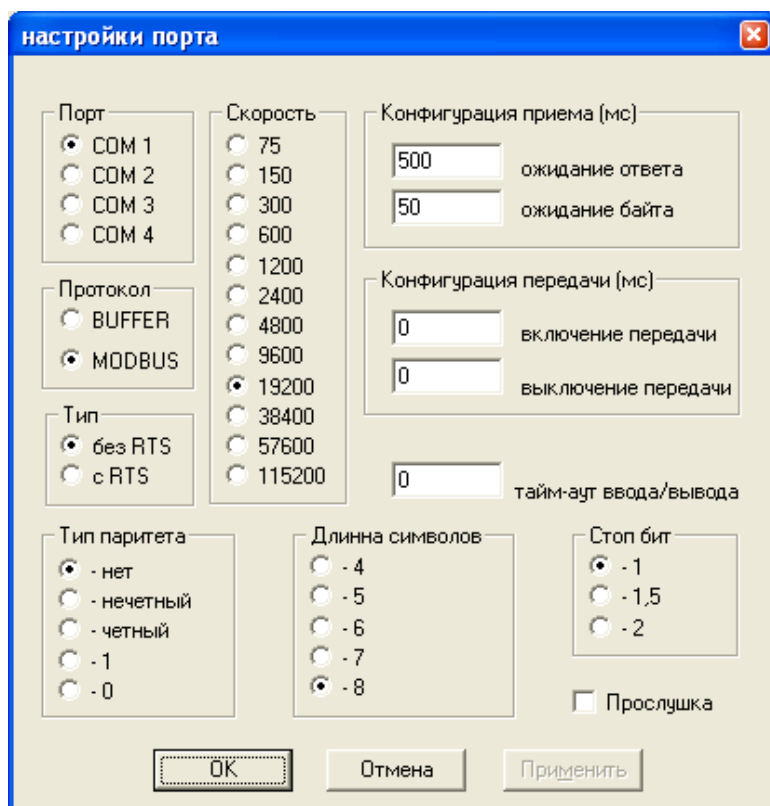

Рисунок 2.2 – Окно настройки порта
**2.4.2.2** В открывшемся окне «Настройки порта» (рисунок 2.2) выберите настройки, необходимые для установления связи модуля центрального процессора (МЦП) с компьютером. Далее нажмите «Применить» и «ОК».